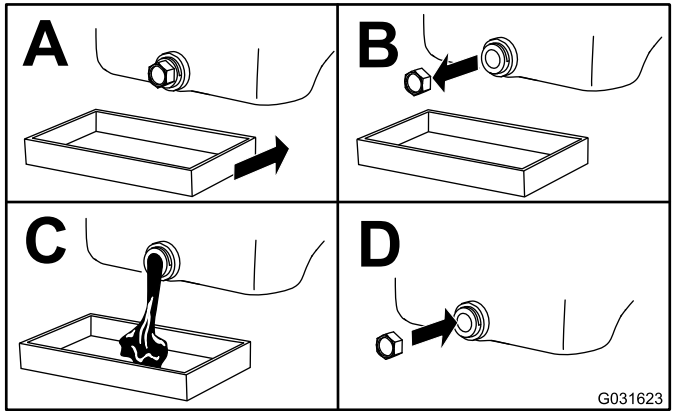

Bild 34
3. Wechseln Sie das Öl (Bild 34).